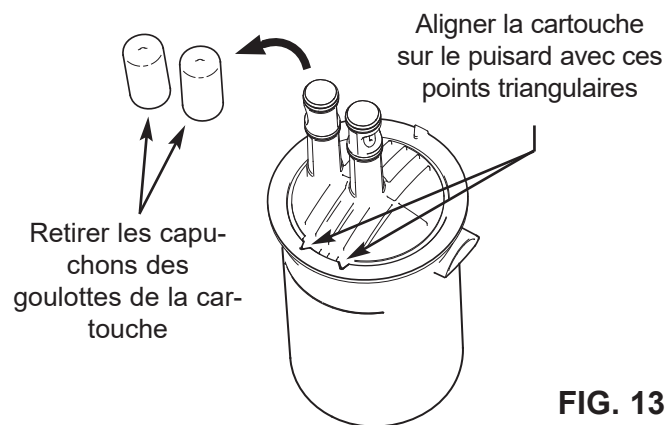

FIG. 13
7. Sortir la cartouche filtrante neuve de son emballage, puis enlever les capuchons protecteurs des goulottes (cf. Figure 13).
8. La cartouche neuve s'emboîte exactement dans le puisard, suivant les marques. Insérer la cartouche dans le puisard, puis la tourner pour aligner les points triangulaires de son rebord supérieur sur les fentes correspondantes du puisard et l'emboîter (cf. Fig. 13).
Cause : La cartouche filtrante est mal orientée.	Correctif : Réorienter la cartouche filtrante conformément à la Figure 13.